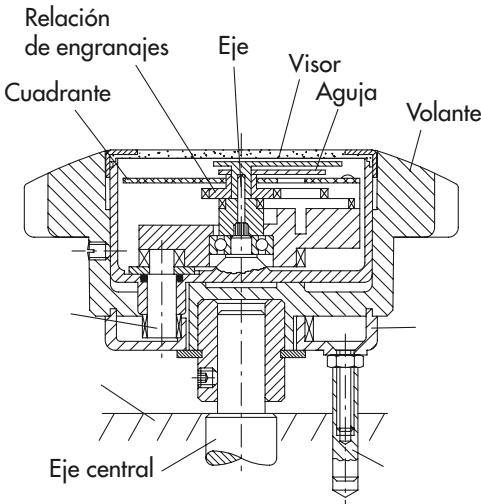

Fig.4
- 1.2** El sistema de movimiento se encuentra en una carcasa sellada (fig. 4). El volante/mando que contiene el indicador es ensamblado al eje. En la parte posterior del volante/mando, un soporte posterior con corona dentada interna adecuadamente protegida, se fija al cuerpo de la máquina mediante un posicionador (o similar) quedando perfectamente acoplado a la máquina durante la rotación del volante. La rotación del volante provoca al mismo tiempo la rotación de un piñón satélite que transmite el movimiento al interior de la carcasa del indicador. Mediante una serie de engranajes internos, la rotación se transmite a las dos agujas, mientras que el cuadrante graduado permanece fijado al cuerpo de la máquina por medio del posicionador.